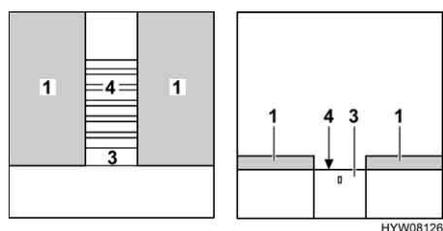

Fig. 118 Durante la transformación
- Extraer completamente el somier (Fig. 118,4). Para esto, tirar del dispositivo de extracción (Fig. 118,3).